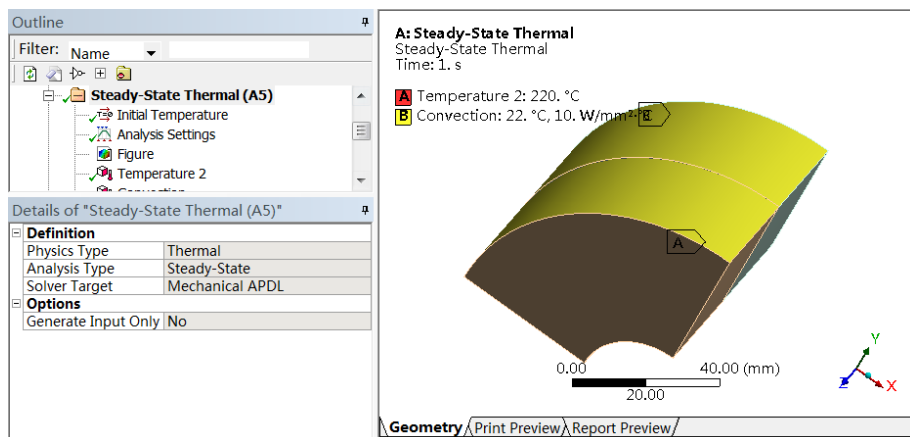

图 22-13 边界条件示意图
6) 选择 Mechanical 界面左侧 Outline 树结构图中的“Static-state Thermal (A5)”选项, 查看设置的边界条件, 如图 22-13 所示。